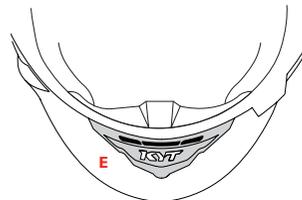

FIGURE 2
Si après répétition de l'essai, il s'avère de nouveau impossible de serrer correctement le système de fermeture, s'abstenir d'utiliser le casque. Uniquement après avoir contrôlé la tension correcte de la sangle, fixer l'extrémité libre en la bloquant à l'aide du bouton automatique se trouvant sur la languette d'ouverture (Figure 2).
### PRISE D'AIR FRONTALE MENTONNIERE — E — Figure 2/3
- Figure 2: prise d'air complètement fermée.